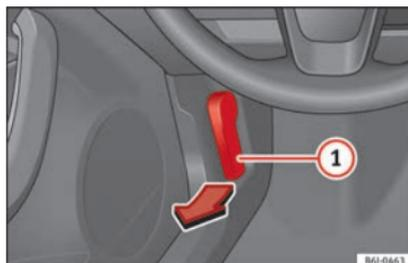

Fig. 5 Levier de déverrouillage sur le plancher, côté conducteur.
- Ouvrir le capot : tirez le levier situé sous le combiné d'instruments » fig. 5 ①.